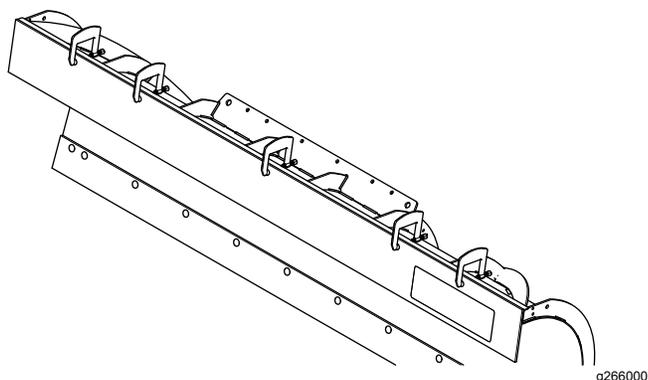

Figure 1
2. Serrez la bande sur le bord supérieur de la lame du chasse-neige (Figure 1).